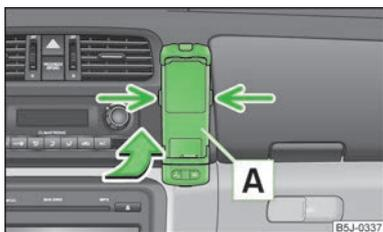

Abb. 93
- Zuerst den Adapter **A** in Pfeilrichtung » Abb. 93 bis zum Anschlag in die Halterung schieben. Den Adapter dann leicht nach unten drücken, bis dieser sicher einrastet.
- Gleichzeitig die seitlichen Verriegelungen der Halterung » Abb. 93 drücken und den Adapter mit dem Telefon herausnehmen.